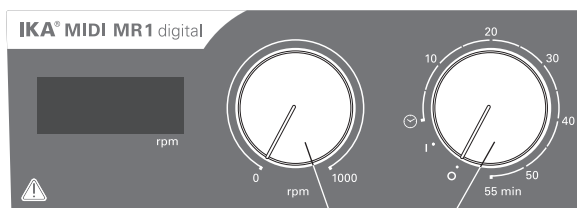

Fig. 3
- ☞ Seadme käivitamiseks keerake pöördenuppu „**Sisse/Välja**“ ja nupp „**Taimer**“ (**B**, vt **Fig. 3**) päripäeva asendisse „**1**“.
- ☞ Sisestage mootori pöörete arv reguleerimisnupuga „**Pöörete arv**“ (**C**, vt **Fig. 3**). Pöörete arv on seadistatav vahemikus 0 kuni 1000 rpm **MIDI MR 1 digital** i ja 0 kuni 600 rpm **MAXI MR1 digital** i jaoks.